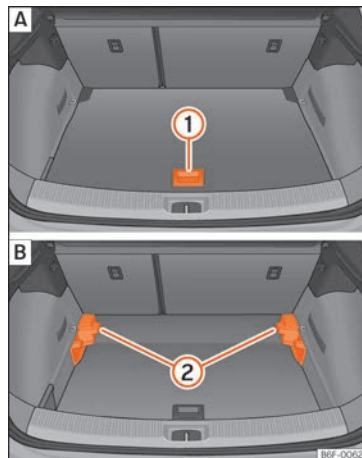

**Fig. 165** Piano variabile del bagagliaio: **A** posizione elevata; **B** posizione bassa.
- Sollevare il piano mediante la maniglia » » **fig. 165** ① e tirarlo all'indietro fino a quando la parte anteriore del piano sarà completamente fuoriuscita rispetto ai supporti ②.
- Far scorrere il piano in avanti attraverso i supporti fino a farlo entrare in contatto con lo schienale dei sedili posteriori, e, successivamente, abbassare il piano con la maniglia ①.